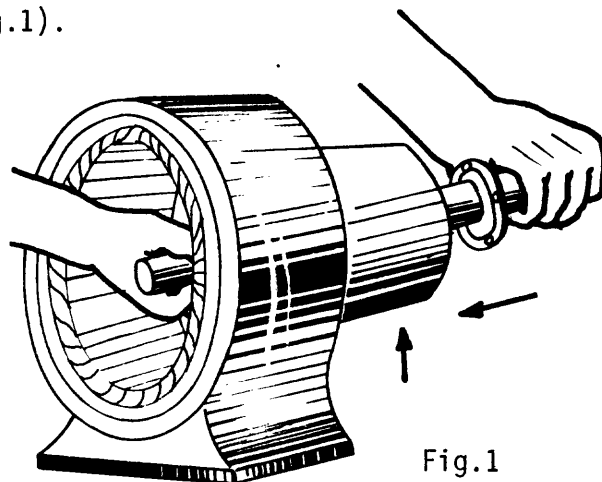

Fig.1
- b Levante el rotor con ambas manos e introdúzcalo en la carcasa sin rozar el bobinado (fig.1).